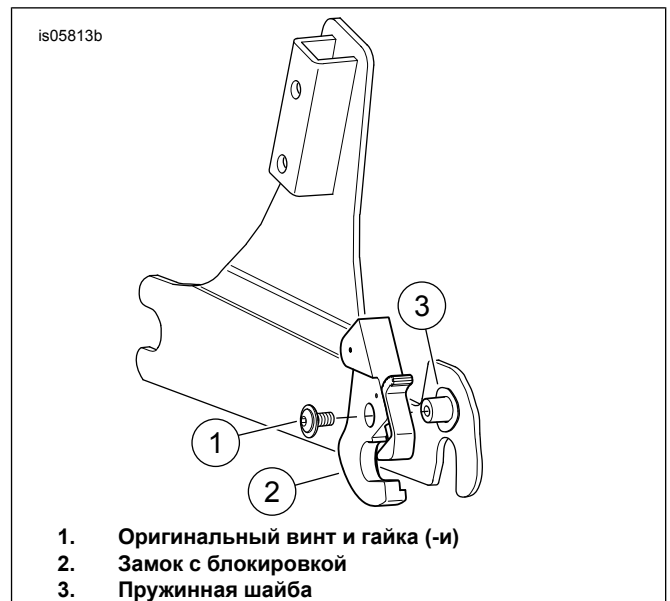

Рисунок 7. Внутренняя установка справа (скрытый рельеф)
Комплект одиночной стойки	См. рисунок 7, внутренняя установка справа (скрытый рельеф)
1. См. Рисунок 7 . Снимите правый замок без блокировки. Оставьте правую пружинную шайбу на правом монтажном узле.